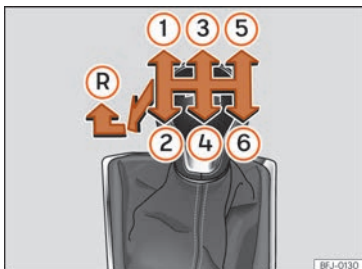

Abb. 53 Schaltschema des 6-Gang-Schaltgetriebes.
Auf dem Schalthebel sind die Positionen der einzelnen Fahrgänge dargestellt » » **Abb. 53**.
- Schalthebel auf Leerlauf stellen und nach unten drücken, ganz nach links und dann nach vorne schieben, um den Rückwärtsgang » » **Abb. 53** (R) einzulegen.